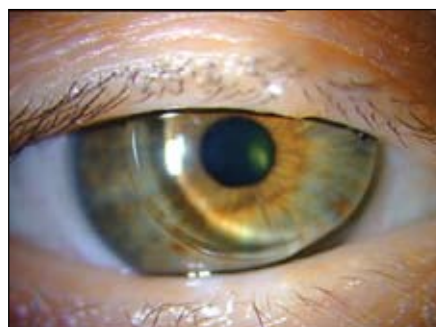

Figura 53:
- › si decentra lateralmente e nasalmente (come in figura 53), l'applicazione potrebbe essere stretta